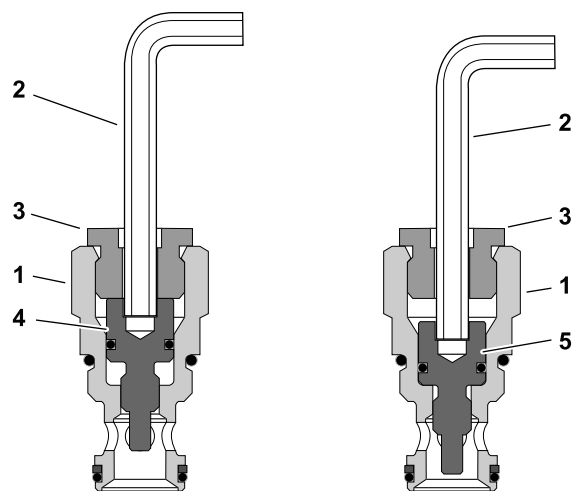

Figura 64
3. Impostate i pistoni in posizione di bypass inserendo una chiave esagonale (6 mm) attraverso il gruppo del tappo e ruotando il pistone completamente in senso orario; fate riferimento alla Figura 64. Ripetete questo passaggio per ciascun gruppo del tappo (4 in totale).